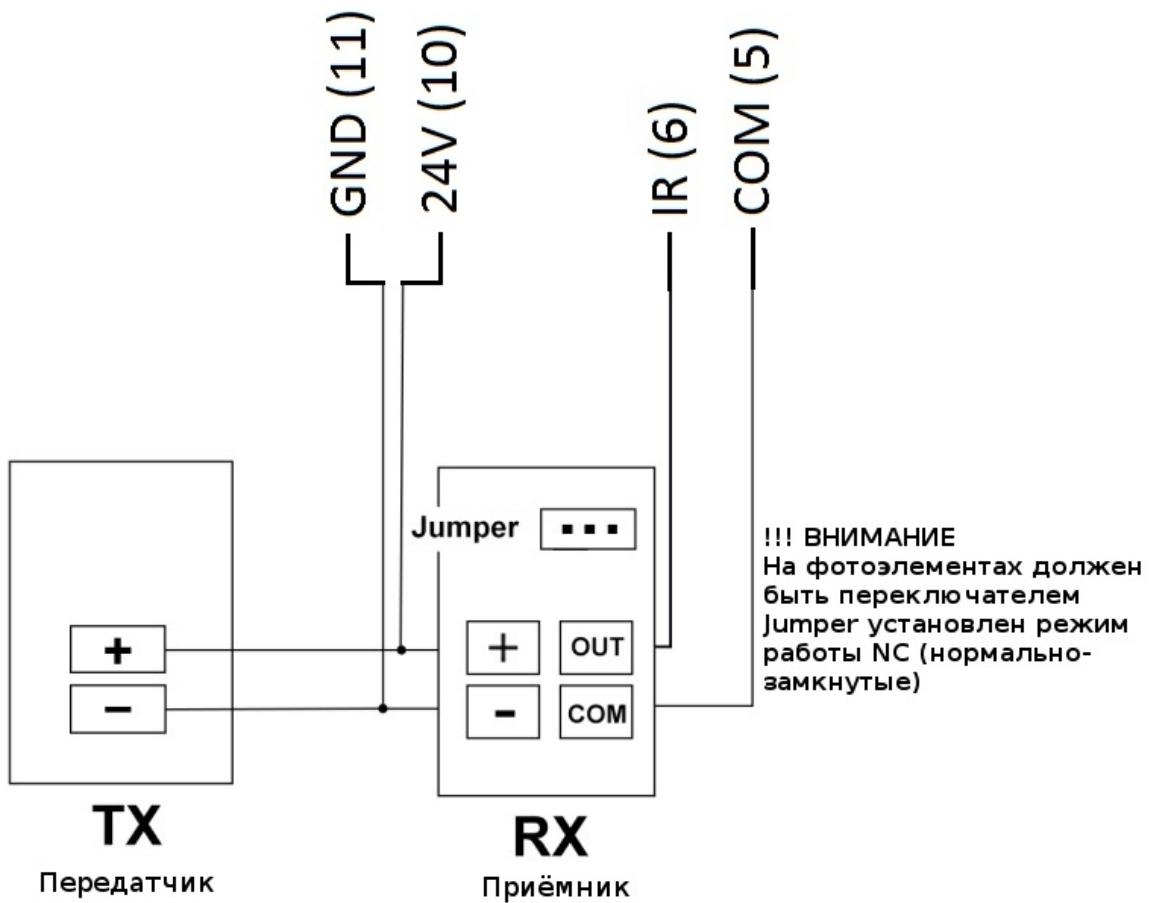

Рис. 10. Подключение фотоэлементов
Подключите клемму COM на приёмнике фотоэлементов RX к клемме COM (5) на плате управления приводом. Подключите клемму OUT на приёмнике фотоэлементов RX к клемме IR (6) на плате управления приводом. Далее подключите клемму “+” приёмника RX и передатчика TX фотоэлементов к клемме 24V (10) платы управления приводом. Затем подключите клемму “-” приёмника RX и передатчика TX фотоэлементов к клемме GND (11) платы управления приводом (см. Рис. 10).
ВНИМАНИЕ !!! Джампер (переключатель) NO/NC на фотоэлементах установить в положение NC (нормально-замкнутые) (см. Рис. 10). При настройке платы управления в пункте меню PD необходимо установить настройку режима работы фотоэлементов в положение 0 что означает NC (нормально-замкнутые) (см. Раздел 6.1.).